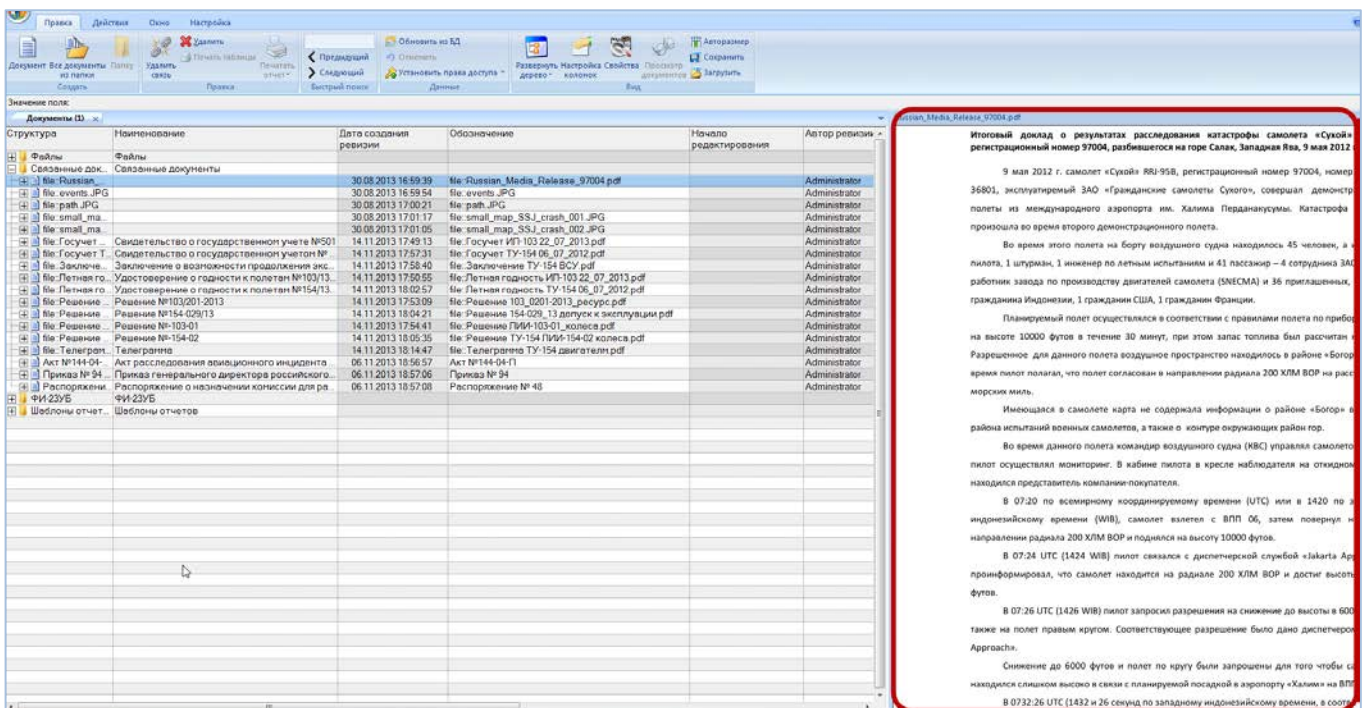

Рис. 5-24 – Рабочее окно «Документы»
3) В рабочем окне открывается окно просмотра связанных документов (рис. 5-24). В заголовке окна выводится имя связанного документа.